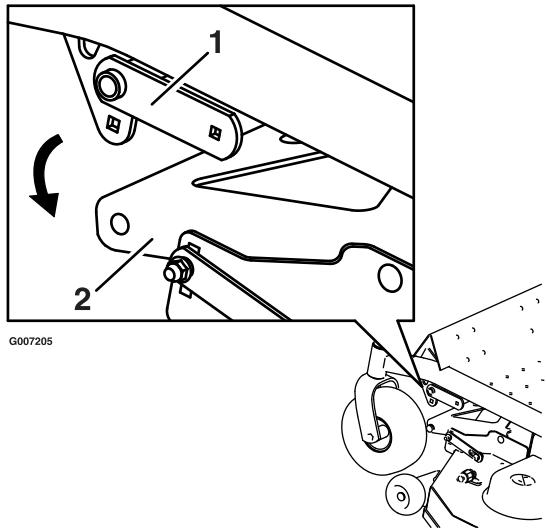
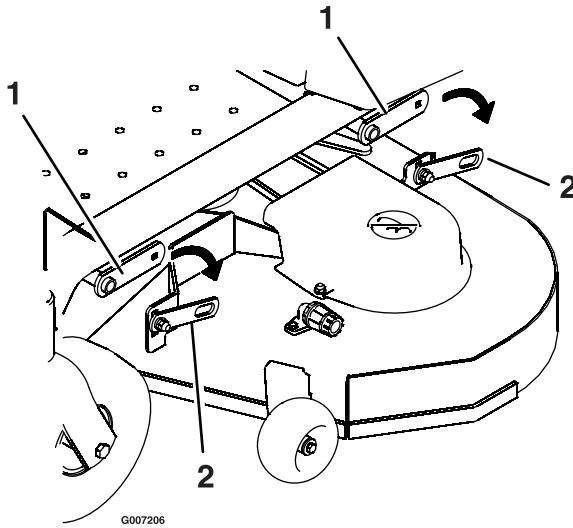

Bild 53
Bild 54
4. Entfernen Sie an beiden Seiten des Mähwerks die Schrauben vom Mähwerkhangprofil und Mähwerkhubarm (Bild 53).
5. Entfernen Sie die Mutter, Schraube und die Drehbüchse von der Mähwerkstrebe (Bild 53). Lassen Sie die Vorderseite des Mähwerks vorsichtig auf den Boden ab (Bild 54).
5. Befestigen Sie die hintere Mähwerkstrebe mit den vorhandenen Schrauben am Mähwerkhubarm (Bild 54).
6. Setzen Sie an beiden Seiten des Mähwerks die Schrauben vom Mähwerkhängeprofil und Mähwerkhubarm ein (Bild 53).